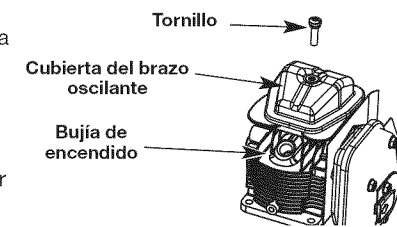

Fig. 42
5. Limpie la suciedad de alrededor de la cubierta del brazo oscilante. Saque el tornillo que sostiene la cubierta del brazo oscilante con un destornillador grande de vástago plano o con una broca Torx T-25 (Fig. 42). Saque la cubierta y la junta del brazo oscilante.
- El pistón se encuentre en la parte superior de su recorrido mientras mira dentro del orificio de la bujía de encendido (Fig. 42).